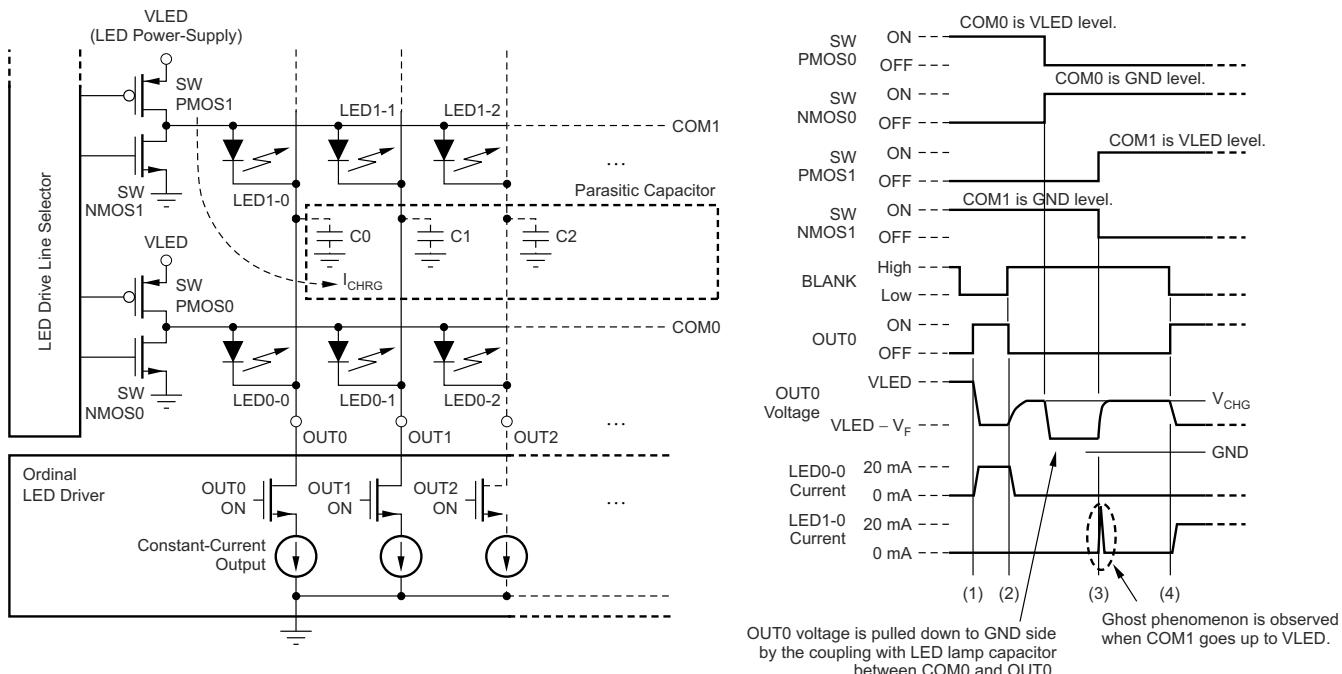

図 7-1. LED ゴースト発光現象のメカニズム
内蔵のプリチャージ FET により、多重化された LED モジュールのゴーストが防止されます。この現象の原因の 1 つは、定電流出力 (OUTn) の寄生容量充電電流と、LED 経由で OUTn に接続された PCB 配線です。図 7-1 に、メカニズムの 1 つを示します。
図 7-1 では、定電流ドライバが LED0-0 を (1) でオンにし、(2) でオフにします。LED0-0 がオフになると、OUT0 電圧は LED0-0 によって V_{CHG} にプルアップされます。この OUT0 ノードにはいくらかの寄生容量があります (定電流ドライバ出力容量や、C0-2 として示される基板レイアウト容量など)。LED0-0 がオフになった後、SWPMOS0 がオフになり、COM0 については SWNMOS0 がオンになります。COM0 は GND にプルダウンされます。COM0 と OUT0 の間には寄生容量が存在するため、OUT0 電圧も GND にプルダウンされます。その後、次の共通ライン (COM1) で SWPMOS1 がオンになります。SWPMOS1 がオンになると、OUT0 電圧がグランド電圧から $V_{LED} - V_F$ にプルアップされます。充電電流 (I_{CHRG}) は LED1-0 を経由して寄生コンデンサ (C0) に流れ、LED が短時間オンになり、LED1-0 のゴースト効果が発生します。